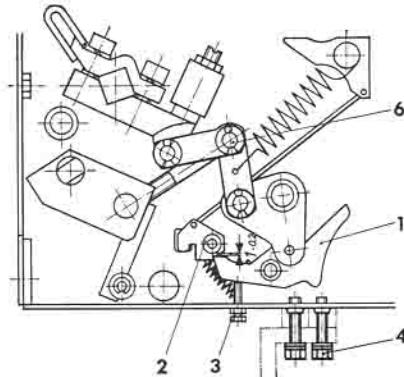

Fig. 8
Zur Justierung den Antrieb innerhalb der Langlöcher bis zu einem merklichen Anschlag nach oben verschieben, wobei sich der Schaltstellungsanzeiger »4« noch nicht bewegen darf. Ggf. im Schaltschloß (Fig. 8) den Abstand 0,8...1 mm zwischen Klinke »1« und Welle »2« kontrollieren. Schrauben »1« wieder fest anziehen. Die Einstellung der Handauslösung erfolgt durch Verdrehen der Schraube »5« im Bolzen »6«. Auslösung soll erfolgen, wenn der Knebel »7« fast die waagerechte Stellung erreicht hat.
For adjusting, move driving mechanism upwards along the slotted holes until it comes to a distinct stop; the switch position indicator »4« must not yet register. If necessary check clearance 0,8...1 mm between latch »1« and shaft »2« of circuit-breaker lock mechanism (Fig. 8). Retighten screws »1« firmly. By turning screw »5« in bolt »6«, the manual trip mechanism is adjusted. The circuit breaker should trip when toggle »7« has almost reached its horizontal position.
Para efectuar el ajuste se deberá correr hacia arriba el accionamiento a lo largo de los taladros profundos hasta llegar a un tope apreciable, no debiendo moverse todavía el indicador de posición de maniobra »4«. Controlar eventualmente en el trinquete (fig 8) la separación de 0,8 ... 1 mm entre la uña »1« y el eje »2«. Volver a atornillar fuertemente los tornillos. El ajuste del desenganche manual se efectúa girando el tornillo »5« en el pasador »6«. El desenganche deberá producirse cuando la manilla »7« casi ha alcanzado la posición horizontal.
2. Durchdruck im Kniegelenk des Schalschlosses zu klein.	Dazu Schalschoß in AUS-Stellung bringen, Schloßabdeckung abschrauben und Bolzen (6) aus den Taschen nach hinten drücken. (nach Fig. 8, 8a) Achtung! Schalter darf nicht ohne festgeschraubte Schloßabdeckung eingestellt werden!
3. Schloßklippe in AUS-Stellung nicht hinter der Halbwelle.	Maß 0,8...1 mm zwischen Klinke (1) und Halbwelle (2) kontrollieren und ggf. mit Schraube (3) einstellen (nach Fig. 8) oder zu lange Befestigungsschraube (4) austauschen (nach Fig. 8) oder evtl. im Schloß befindliche Fremdkörper entfernen.
7. Einschubschalter steht nicht genau in Betriebs- bzw. Test-Stellung.	Schalter richtig einfahren und kontrollieren, daß der Auslösenocken der Schloßhalbwelle (Pos. 5 Fig. 8) nicht von der Steuerkurve des Einschubträgers betätigt wird.